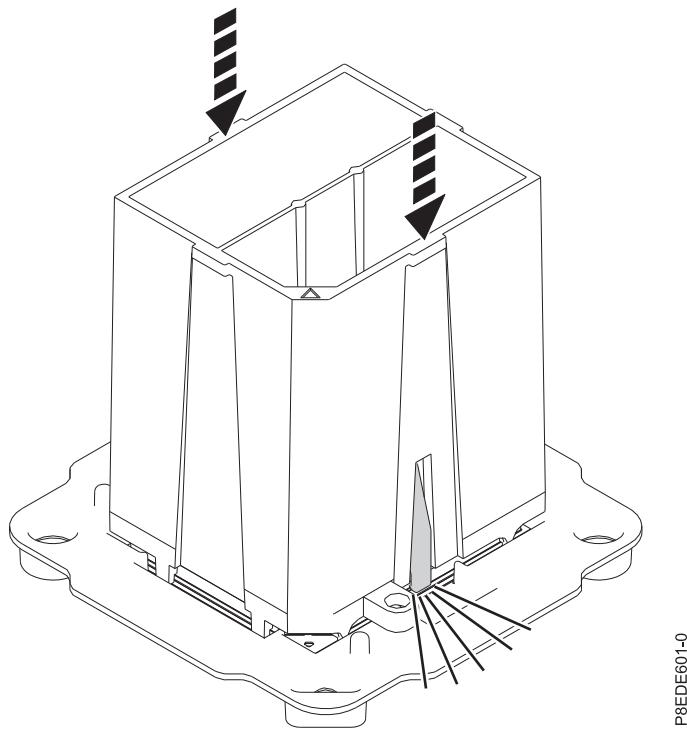

図 13. 交換用システム・プロセッサー・モジュールを取り外しツールにロック
4. ツールを、矢印で示されている位置まで押し下げて、システム・プロセッサー・モジュールを取り外しツールにロックします。15 ページの図 13 を参照してください。指示があるまで青色のリリース・タブを押さないでください。